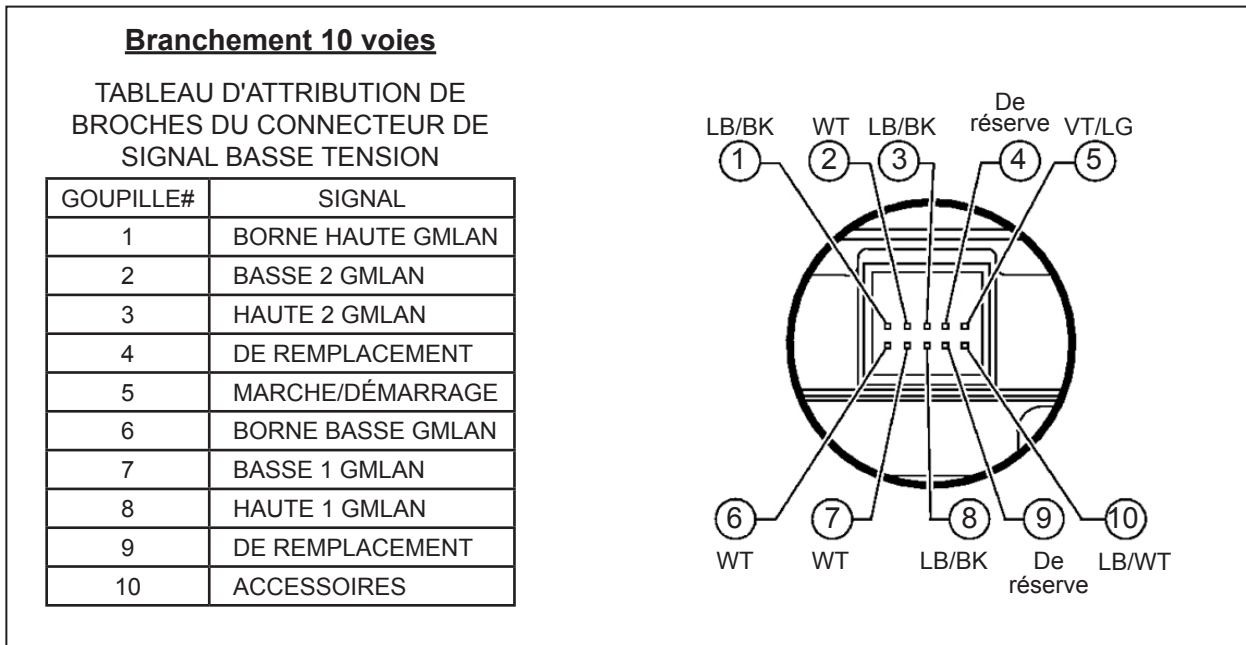

Figure 5
**Ne PAS se fier à la couleur des câbles. Certains câbles sont de la même couleur, mais ne sont PAS interchangeables. (Figure 5)**